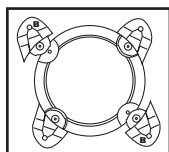
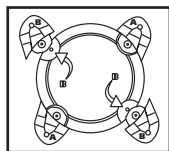

FIGURE 6
FIGURE 7
5. Prenez le porte-roulette identifié par la lettre **B**, **FIGURE 6**, et insérez la tige du porte-roulette dans les trous avant-droit et arrière-gauche, également identifiées par la lettre **B**. **FIGURE 7**.